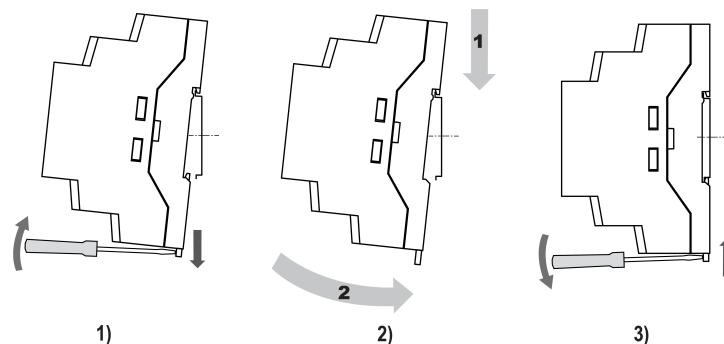

Рисунок 4.10 – Монтаж прибора с креплением на DIN-рейку
2. Вставив отвертку в проушину, оттянуть защелку (см. рисунок 4.10, 1)
3. Установить прибор на DIN-рейку в соответствии с направлением стрелки 1 (см. рисунок 4.10, 2);
4. Прижать прибор к DIN-рейке в направлении, показанном стрелкой 2 (см. рисунок 4.10, 2).
Зафиксировать защелку (см. рисунок 4.10, 3).